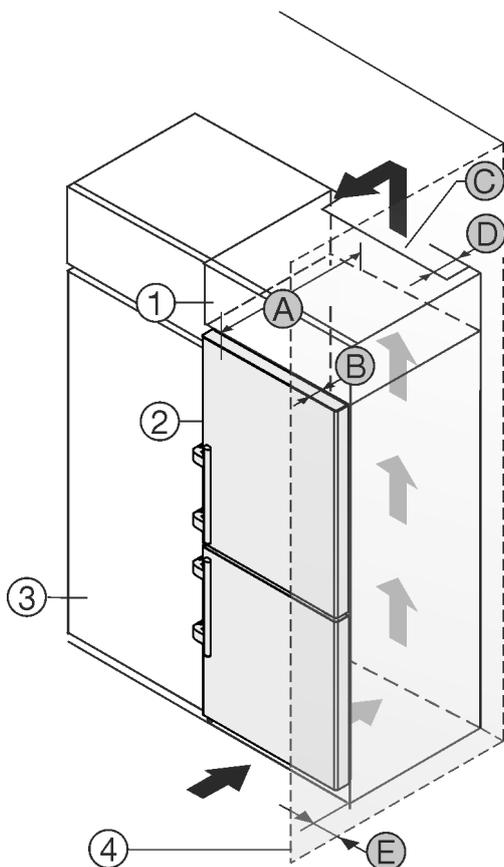

Fig. 2
- (1) Nasadni ormar*
- (2) Uređaj*
- (3) Kuhinjski ormar*
- (B) Dubina vrata*
- (C) Ventilacijski presjek*
- (D) Udaljenost od stražnje strane uređaja*
- (E) Udaljenost od bočne strane uređaja*
- (4) Zid*
- (A) Dubina uređaja*
Uređaj možete postaviti neposredno pored kuhinjskog ormara *Fig. 2 (3)*.*
Na stražnjoj strani visećeg ormara treba postojati otvor za odzračivanje dubine *Fig. 2 (D)* po cijeloj širini visećeg ormara.*
Ispod stropa prostorije treba poštovati ventilacijski presjek *Fig. 2 (C)*.*
Kada se uređaj postavlja s okovima pored zida *Fig. 2 (4)*, razmak između uređaja i zida mora iznositi najmanje 57 mm. To odgovara stajanju ručice kod otvorenih vrata.*
Kako biste vrata mogli potpuno otvoriti, uređaj mora biti za dubinu vrata *Fig. 2 (B)* ispred u odnosu na prednjicu kuhinjskog ormara. Ovisno o dubini kuhinjskih elemenata *Fig. 2 (3)* i uporabi zidnih odstoynika, uređaj može i dalje stršati.*